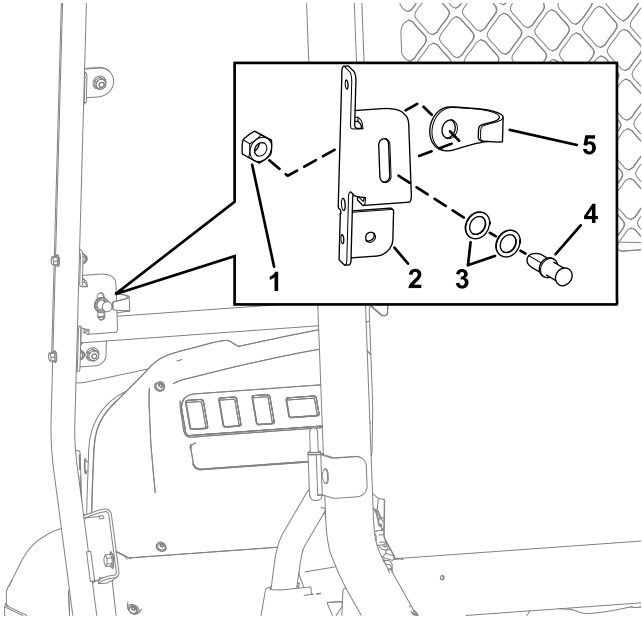

Figura 63
1. Alinee el tope de enganche y el protector del tope con el hueco del soporte de montaje, según se muestra en Figura 63.
2. Introduzca el tope de enganche (al principio sin arandelas) en el protector del tope (Figura 63).
3. Alinee el tope de enganche y la contratuerca con la parte trasera del hueco del soporte de montaje (Figura 63).
4. Apriete la contratuerca en el tope de enganche a mano (Figura 63).